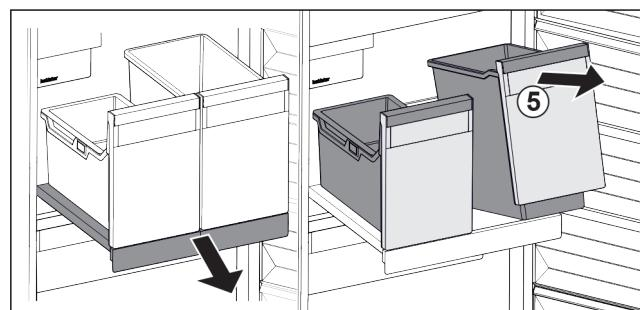

Fig. 22
- Nadvihnite nádobu Fig. 22 (5) vpred.